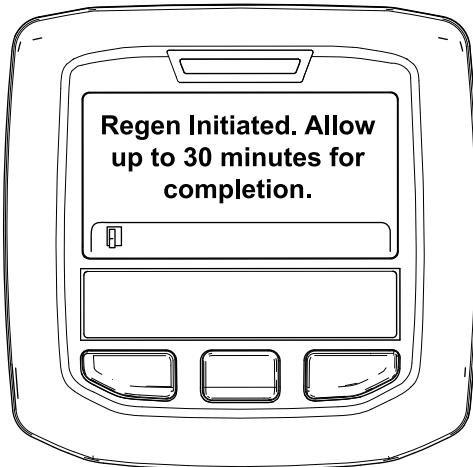

Figura 37
- Se la rigenerazione è consentita, nell'InfoCenter viene visualizzato il messaggio "Regen Initiated. Allow up to 30 minutes for completion" (Rigen. inizializzata. Attendere fino a 30 minuti per il completamento), attendete il completamento del processo di rigenerazione parcheggiata da parte della macchina (Figura 37).